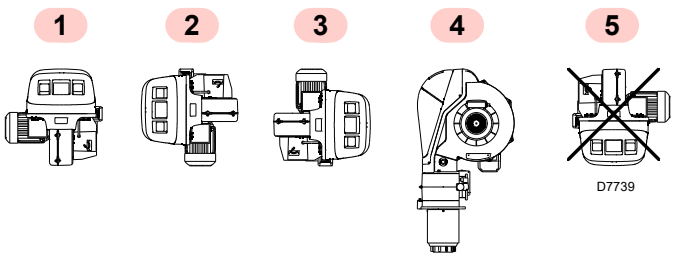

Abb. 8
- Der Brenner kann ausschließlich in den Stellungen 1, 2, 3 und 4 (Abb. 8) funktionieren.